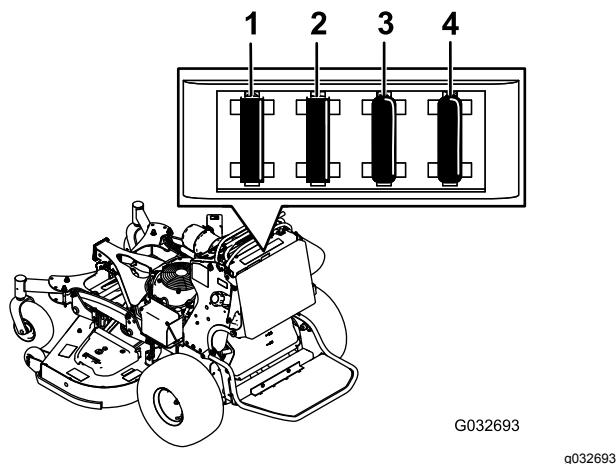

Figura 53
2. Tire hacia fuera del fusible para retirarlo o cambiarlo (Figura 53).
Nota: Asegúrese de que instalar un fusible del tamaño correcto (Figura 53).